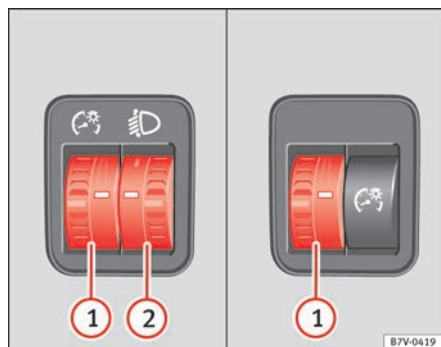

Fig. 63 Ao lado do volante: reguladores da iluminação dos instrumentos e comandos ① e do alcance das luzes ②.
① Iluminação dos instrumentos e dos comandos
Com a luz acesa, é possível regular a intensidade da iluminação dos instrumentos e dos interruptores, rodando o interruptor ⇒ Fig. 63 ①.
② Regulação do alcance das luzes